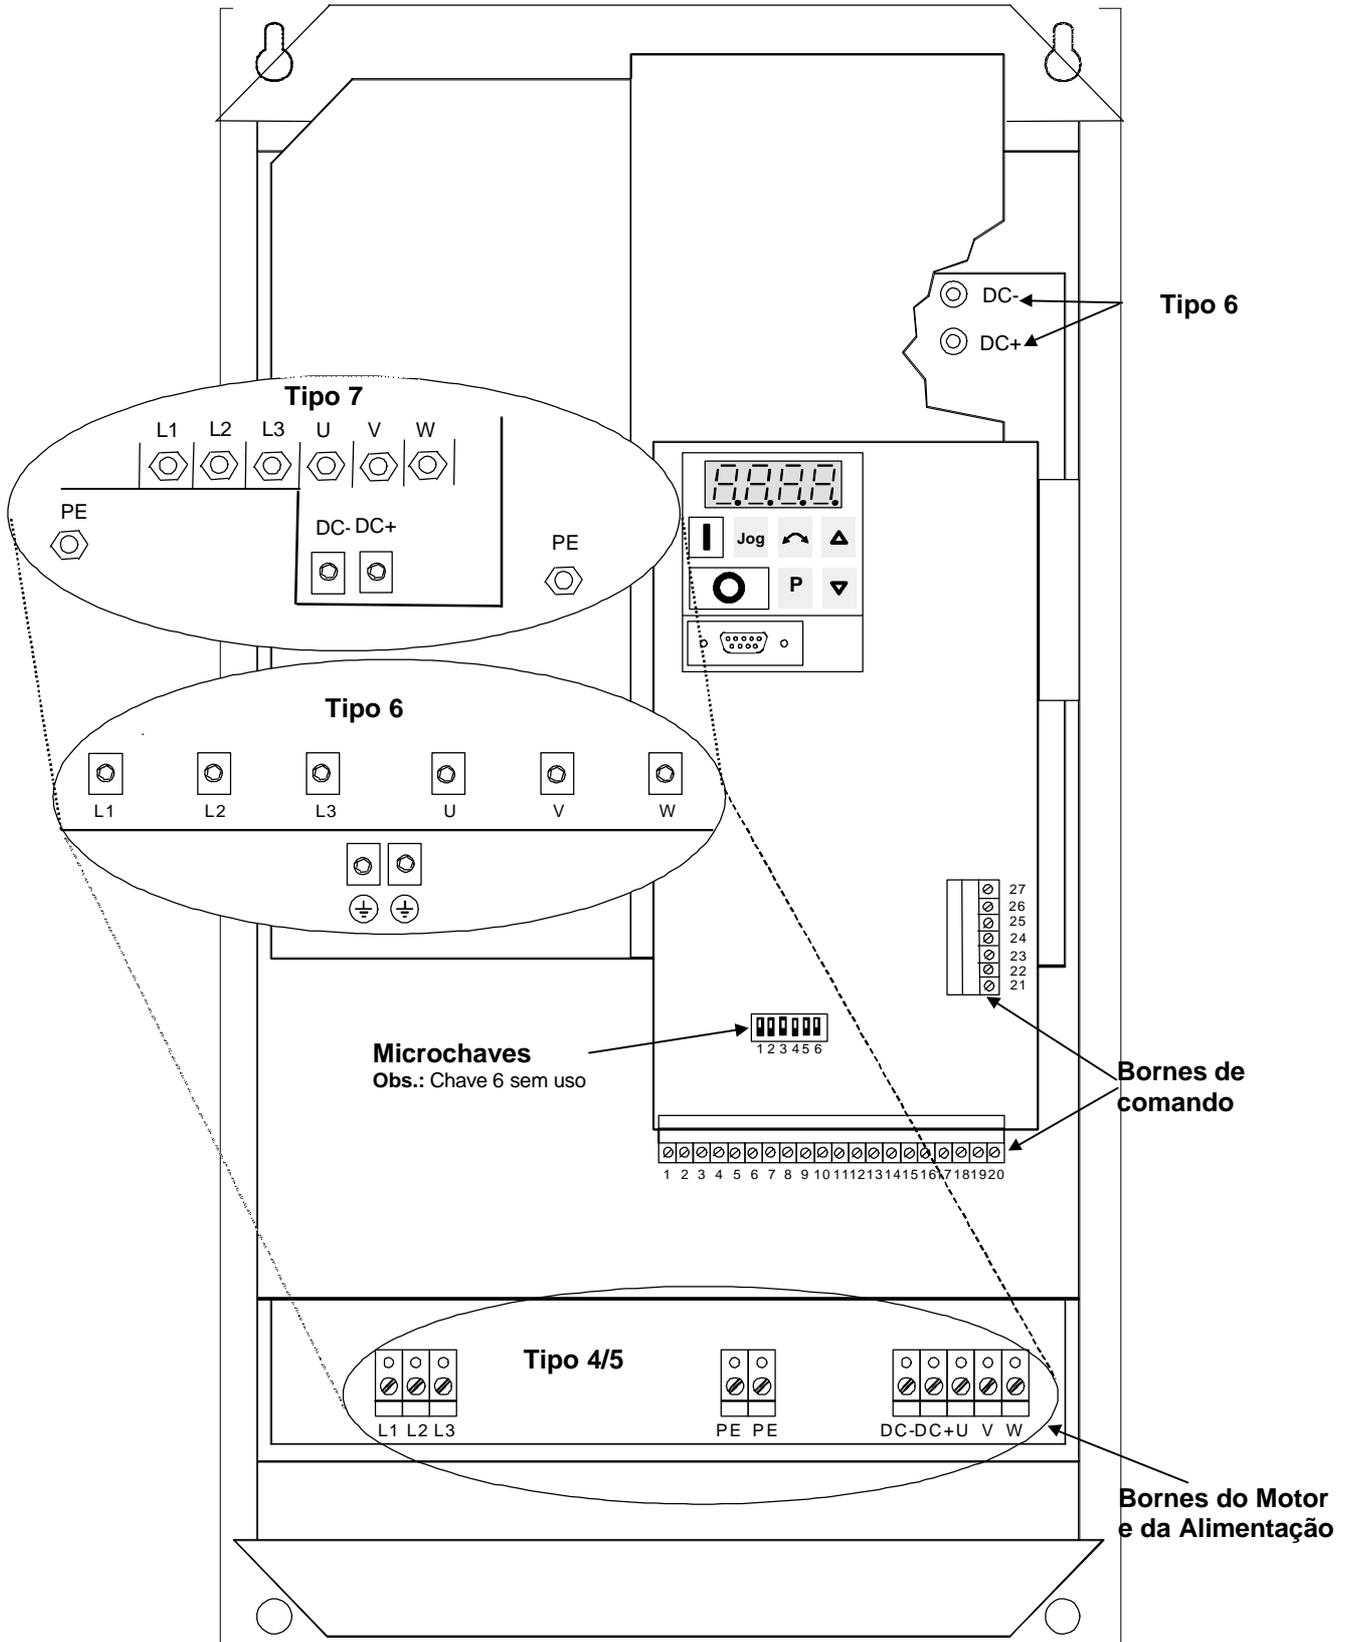

Figura 11: Conectores do MIDIMASTER Vector
Leia as Instruções de Cabeamento apresentadas na seção 9.3, antes de iniciar a instalação. As conexões elétricas no MIDIMASTER Vector são mostradas na Figura 11.
2. Utilizando um cabo com 4 vias e terminais adequados ao cabo, conecte a alimentação aos bornes L1, L2, L3 (trifásico) e terra (PE) (*mostrado na Figura 11*). Para saber a seção transversal de cada via, veja seção 8.
3. Utilize um cabo de 4 vias e terminais adequados para conectar os cabos do motor aos bornes U, V, W e terra (PE) do motor (*mostrado na Figura 11*).
As conexões de comando no MIDIMASTER Vector são feitas através de duas régua de bornes dispostas como mostrado na Figura 11. As régua de bornes possuem duas partes : a parte de bornes com parafusos pode ser removida de seu invólucro antes de conectar os cabos. Quando todas as conexões tiverem sido feitas e fixadas (como mostrado nas Figuras 12 e 14), os bornes devem ser encaixados firmemente de volta ao seu invólucro.
- para Aparelho tipo 4, 5 e 6; a tampa frontal estiver removida (veja Figura 11).
- para Aparelho tipo 7; a tampa frontal inferior estiver removida (veja Figura 11).